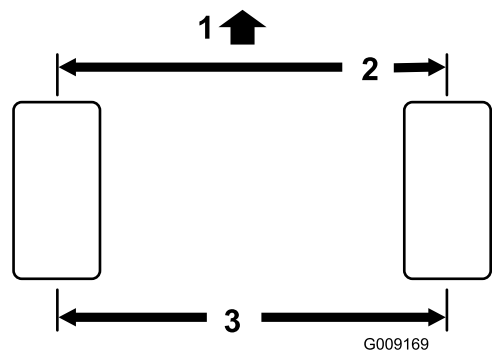

Figure 55
2. Mesurez l'entraxe (à hauteur d'essieu) à l'avant et à l'arrière des roues directrices (Figure 55). Vous devez obtenir 0 ± 3 mm à l'avant du pneu puis à l'arrière du pneu. Tournez les roues à 90° degrés et mesurez à nouveau.